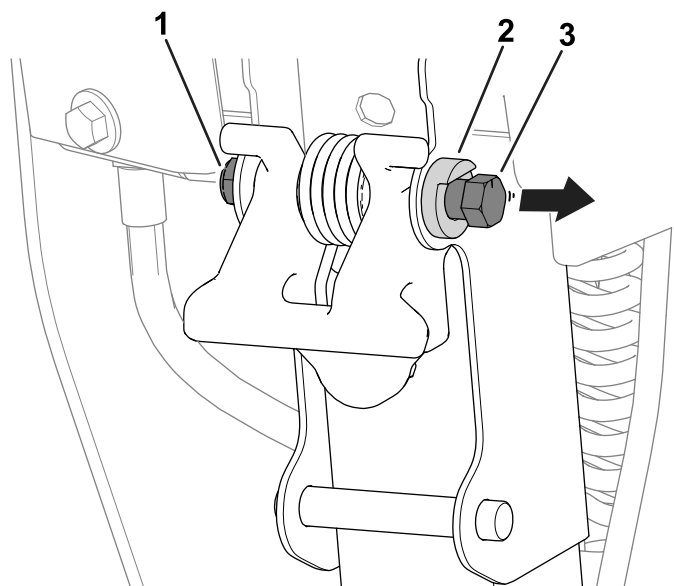

Figure 13
1. Desserrez l'écrou sur le boulon de verrouillage afin que la tête du boulon puisse se déplacer librement juste au-delà de la butée de pivot (Figure 13).
3. Serrez l'écrou sur le boulon de verrouillage (Figure 13) pour bloquer le boulon à sa nouvelle position contre la butée de pivot.